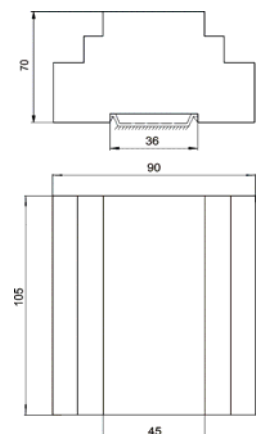

Рис.1 Габаритные и установочные размеры БУАВР
- 3.41. Габаритные и установочные размеры БУАВР приведены на рис. 1.
- 4.4. Габаритные и установочные размеры БУАВР приведены на рис. 1.